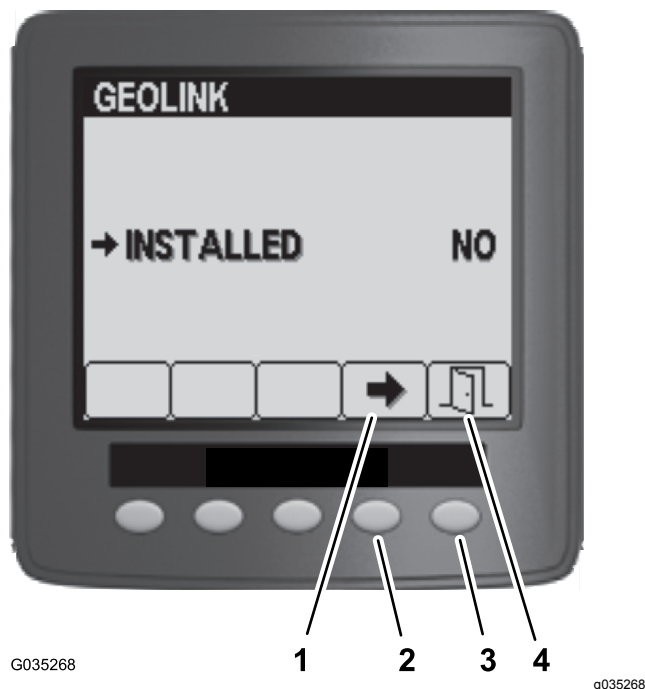

図 102
5. 「ジオリンクメニュー」でボタン4を押して NO 選び、ボタン5を押すと設定が保存されてメニューが終了する 図 102。